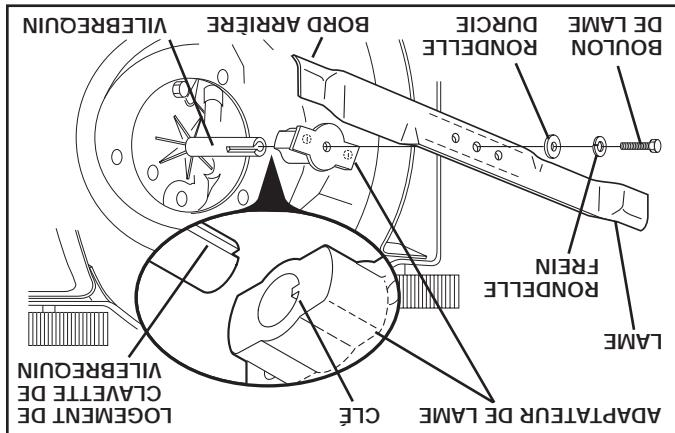

Fig. 11
REEMPLACER LA LAME (Voir Fig. 11)
- ENLEVER LA LAME (Voir Fig. 11)**